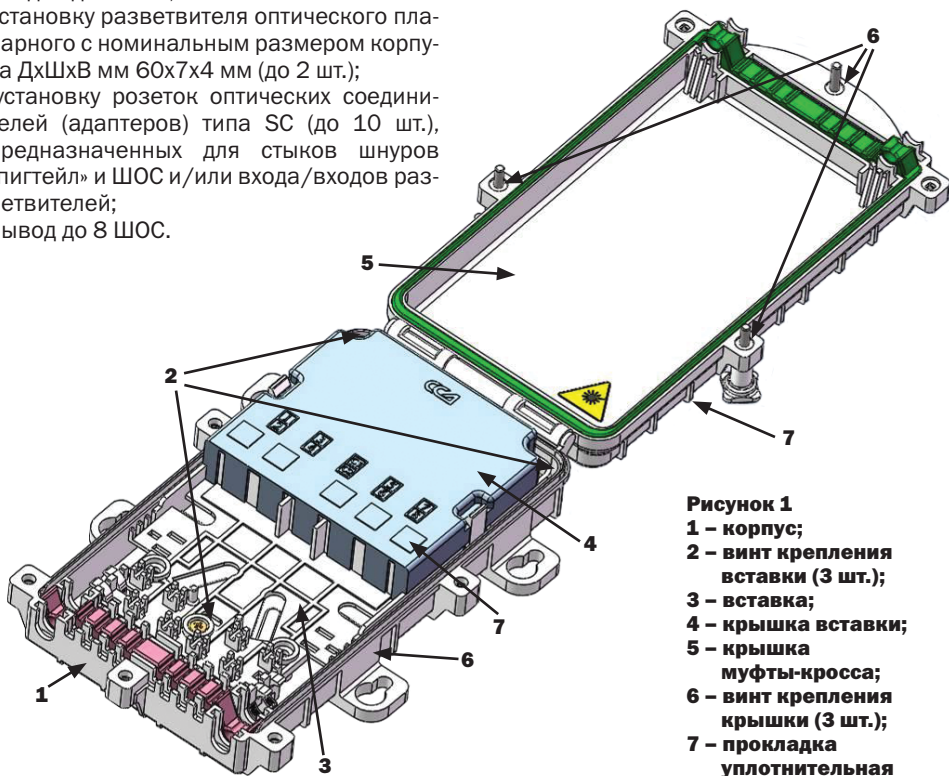

Рисунок 1
1.3 Монтаж ОК осуществляется на вставке (рисунок 1, позиция 7), вне муфты в удобном для работе месте (на столе).
Извлечь вставку из корпуса, открутив 3 крепежных винта (рисунок 1, позиция 2), снять со вставки крышку. Разместить вставку на ровной, горизонтальной поверхности.